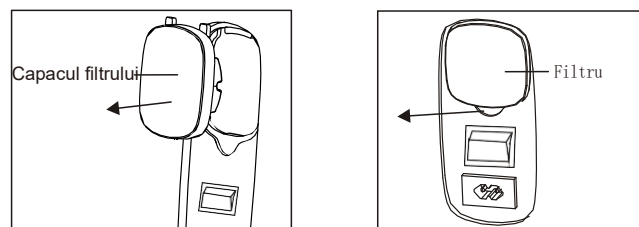

Figura 11: Scoateți filtrul
- Scoateți capacul filtrului și îndepărtați sita filtrului. (Figura 11)